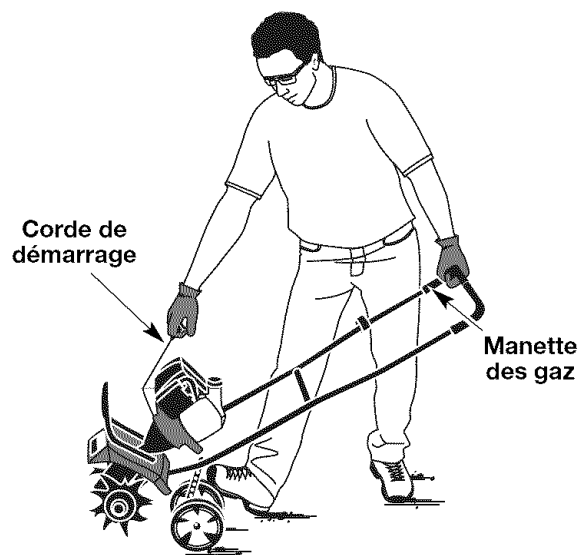

Fig. 12
**AVERTISSEMENT :** éviter le démarrage accidentel. Se tenir en position de démarrage pour lancer le moteur (Fig. 12). Lors du démarrage, l'opérateur et l'outil doivent être en position d'équilibre afin d'éviter le risque de blessures graves.
6. Tenez-vous entre les poignées et soutenez l'appareil en plaçant le pied gauche sur le support de roue et en tenant le guidon de la main droite (Fig. 12).